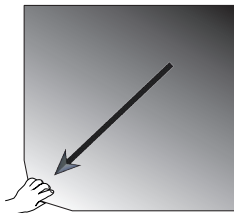

Abbildung 104: Haftmatte: Matte zum Entfernen anheben und wegziehen
1. Um die Haftmatte zu lösen, heben Sie sie an einer Seite an und ziehen sie langsam von der Plattform weg, wie in Abbildung 104 gezeigt.